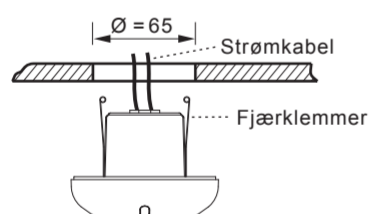

FIG.12
- 4.4.2.4 Legg sammen detektorens to fjærklemmer og sett inn detektoren i hullet i taket (se FIG.12).